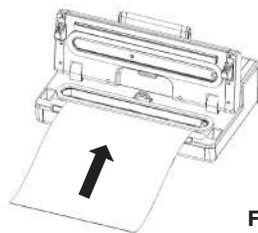

Fig.6
3. Posizionare il bordo del sacchetto da saldare a metà (circa) della camera del vuoto (fig. 6).